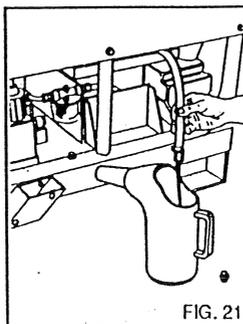

FIG. 21
- 1) Estrarre il tubo flessibile dello scarico olio A (fig. 21).
- 2) Togliere il tappo del tubo flessibile B (fig. 21).